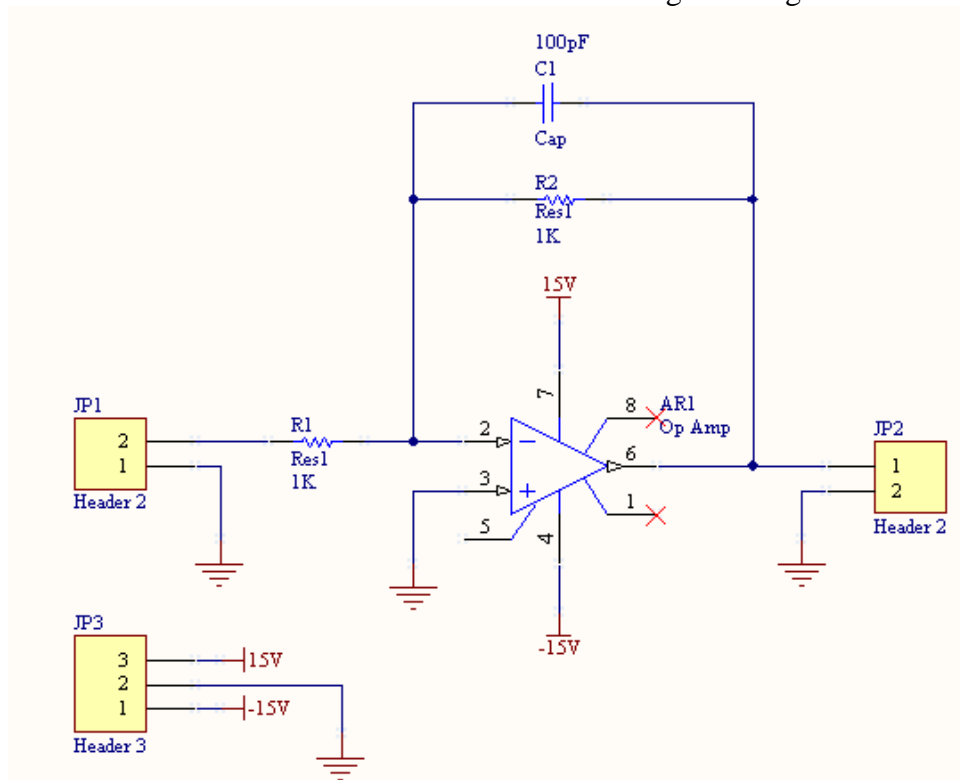

Figura 7. Esquema final
- Finalment farem la connexió dels connectors segons la figura 7.